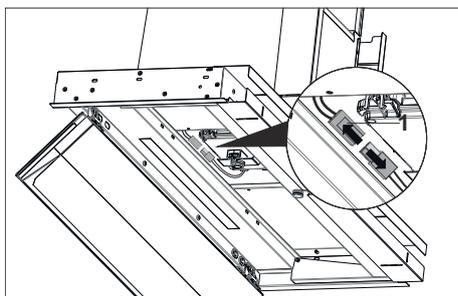

Fig. 25
2. → Per rimuovere la lampada, scollegare la presa della lampada (Fig. 25) collegata al dispositivo.